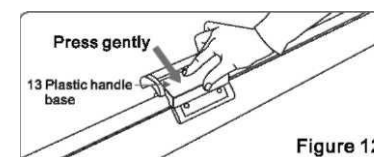

Figure 12
4. Upewnij się, że ekran jest całkowicie schowany i zablokowany przed przeniesieniem ekranu za rączkę. (Figure 12)